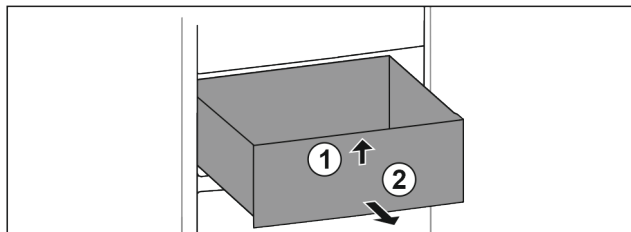

Fig. 109
- Podignite ladicu sprijeda. Fig. 109 (1)
- Izvadite ladicu prema naprijed. Fig. 109 (2)